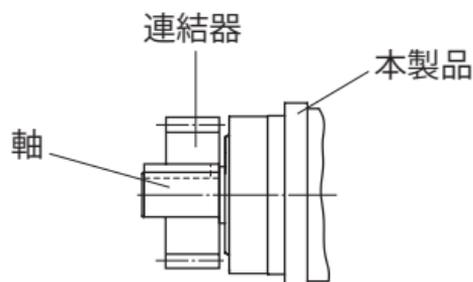

図 6-2
- ・スプロケットやギヤの荷重作用点が、軸中央より本製品側へくるようにしてください。(図 6-2 参照)